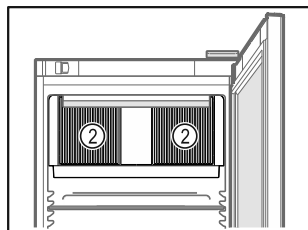

Fig. 49
- ☐ Oslobodite ventilacijske proreze Fig. 49 (2) za ventilator optoćnog zraka u unutrašnjosti.